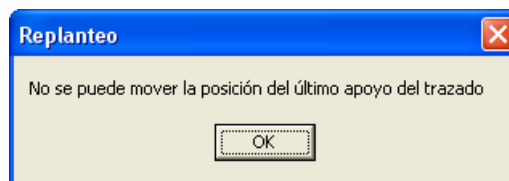

Figura 11.43.
- Figura 11.43: No necesita comentario.